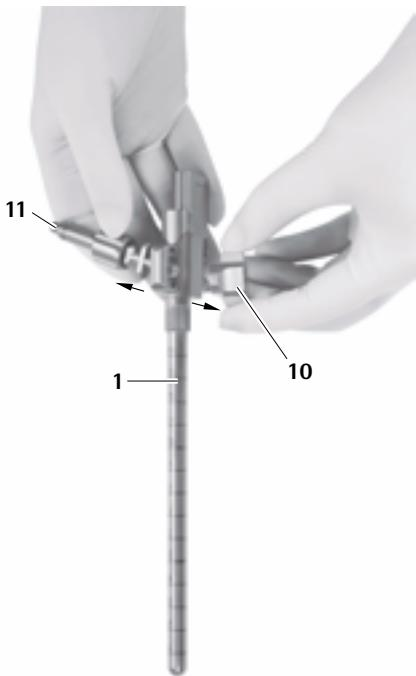

Fig. 13
- ▶ Retirer l'adaptateur pour bras de maintien 11, voir Fig. 13.